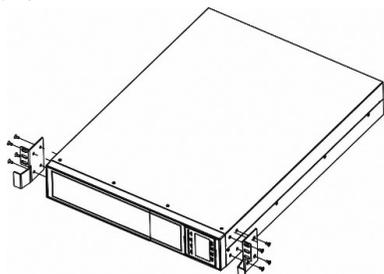

Рисунок 1
**Шаг 1.** Прикрепите монтажные уши к боковым монтажным отверстиям ИБП с помощью прилагаемых винтов. Уши должны быть обращены вперед. См. рисунок 1.